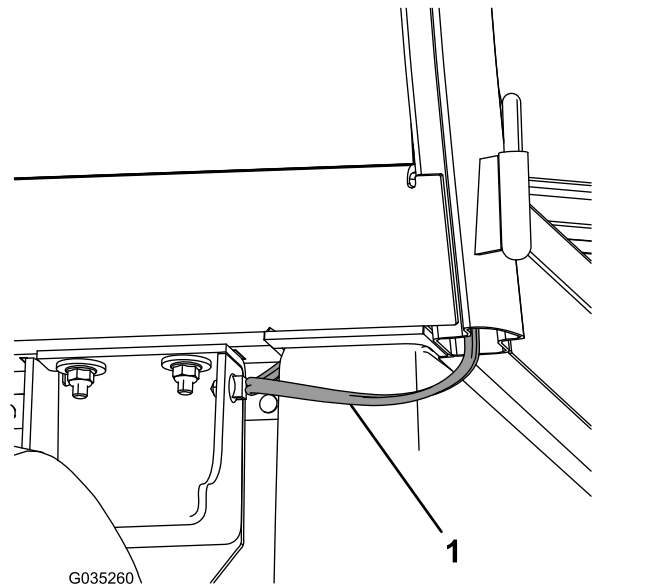

Bild 19
4. Verlegen Sie den Kabelbaum hinter der Kabine und unter dem Sitz und befestigen Sie den Clip am Kabelbaum an der Seitenplatte (**Bild 19**).
3. Verlegen Sie den Kabelbaum hinter der Kabine und unter dem Sitz und befestigen Sie den Clip am Kabelbaum an der Seitenplatte (Bild 19).